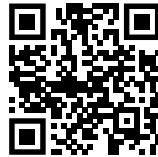

Fig. 139
- ▶ Відкрити [Liebherr SmartMonitoring Dashboard](https://smartmonitoring.liebherr.com). (див. Fig. 139)